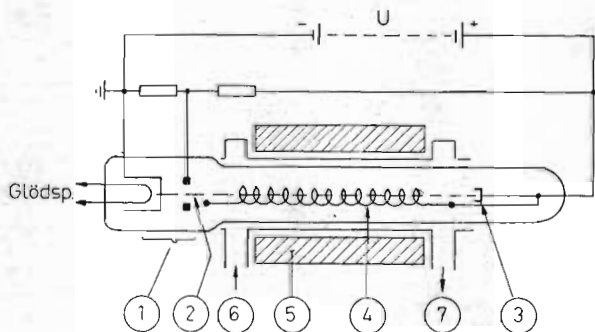

Fig. 1. Principen för vandringsvågsrör med fördröjningsledning.
Den vanligaste metoden att alstra rymladdningsvågor, som uppvisar en med vågen ökande amplitud, går ut på att man omger elektronströmmen med en fördröjningsledning. Fig. 1 visar schematiskt en sådan typ av vandringsvågsrör med fördröjningsledning. Röret, som är evakuerat, innehåller en elektronkanon (1), som utsänder en elektronstråle (2), som på sin väg till en kollektor (3) får passera i det inre av en trådspiral (4). Mikrovågorna, som skall förstärkas, införes vid (6) och uttages vid (7). För fokuseringen av elektronstrålen till ett smalt knippe omges röret av en spole (5), som genomflytes av en likström.